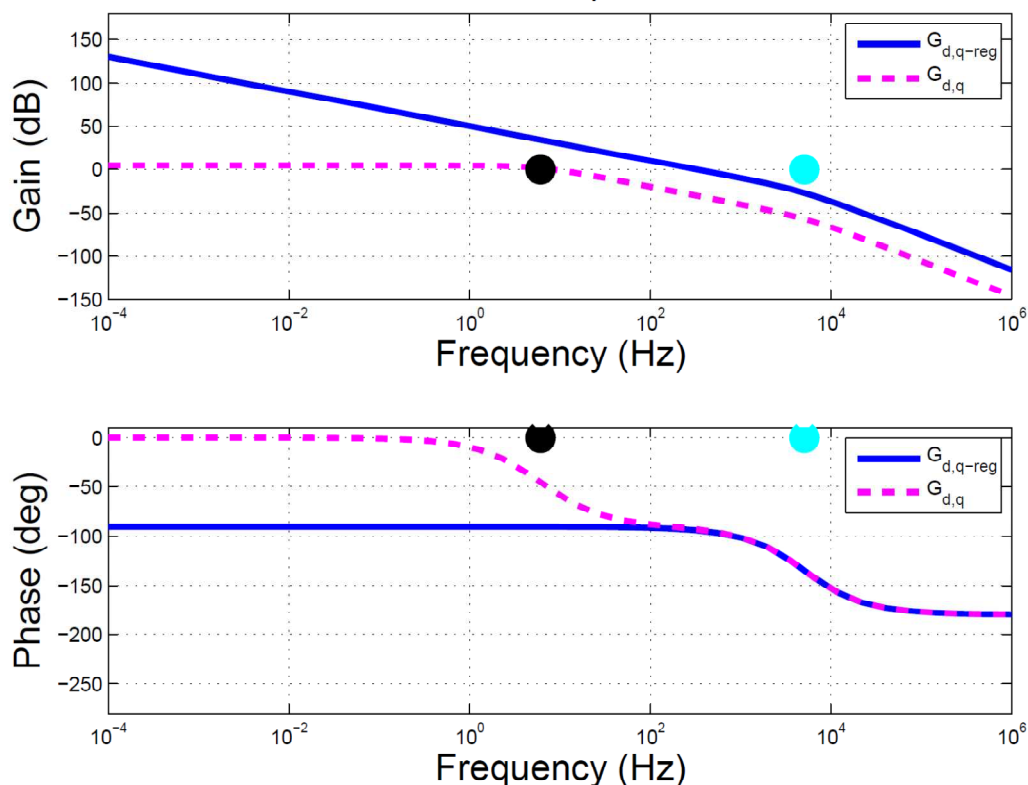

Figura 5 Diagramma di Bode anello di corrente asse d e q, con compensazione della f.e.m. e disaccoppiamento degli assi.
- costante di tempo elettrica (color nero nella Figura 5 sotto)
- costante di tempo dell'inverter (color ciano nella Figura 5 sotto)
Il margine di fase è maggiore di 60° (circa 90°) come si può vedere dal diagramma di Bode riportato in Figura 5 che è uguale ovviamente per i due anelli di corrente.